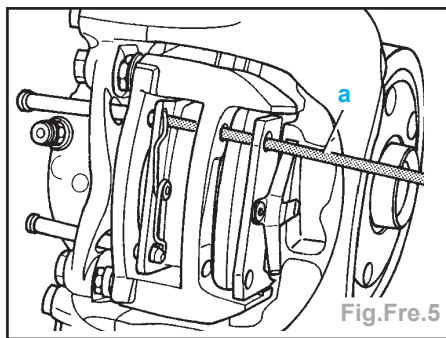

Fig.Fre.5
- Chasser les goupilles de retenue à l'aide du poussoir (a) (Fig.Fre.5).